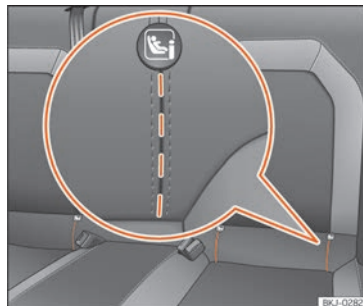

Fig. 38 Asiento trasero: ranuras troqueladas para acceder a las anillas de sujeción ISOFIX/iSize.
La ubicación de los puntos de anclaje ISOFIX o i-Size viene indicada con un símbolo »» fig. 38. En algunos vehículos, las anillas van fijadas al armazón del asiento y en otros al suelo posterior.
- Proceda previamente a la apertura manual del troquelado situado detrás de las ranuras marcadas para tener acceso a las argollas de sujeción »» fig. 38.